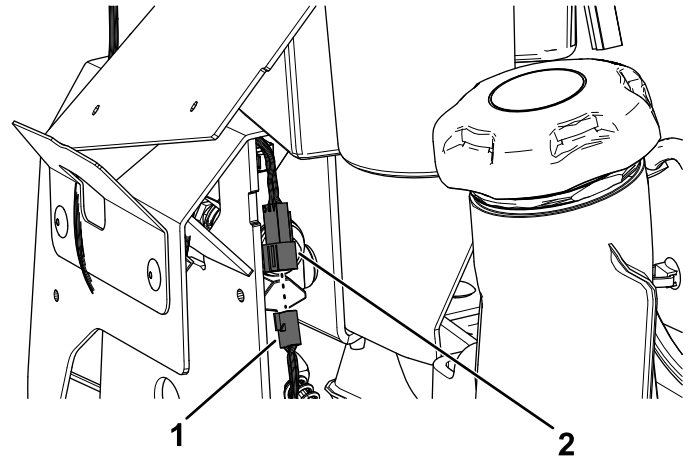

Figura 22
2. Conecte el conector del arnés de cables del kit al conector de la palanca de control de movimiento izquierda nueva (Figura 22).